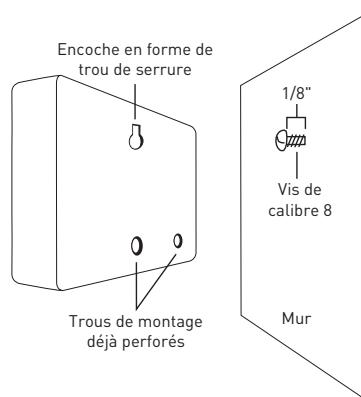

Figure 2 : Accrochez le contrôleur au mur en insérant la vis dans l'encoche en forme de trou de serrure.
- Glissez HRC 100 C sur la vis qui dépasse (dans l'encoche en forme de trou de serrure au dos le contrôleur ). Consultez la figure 2.
- Vissez une vis de calibre 8 dans un des deux trous déjà perforés situés dans la partie inférieure du dos du boîtier. Consultez la figure 2.